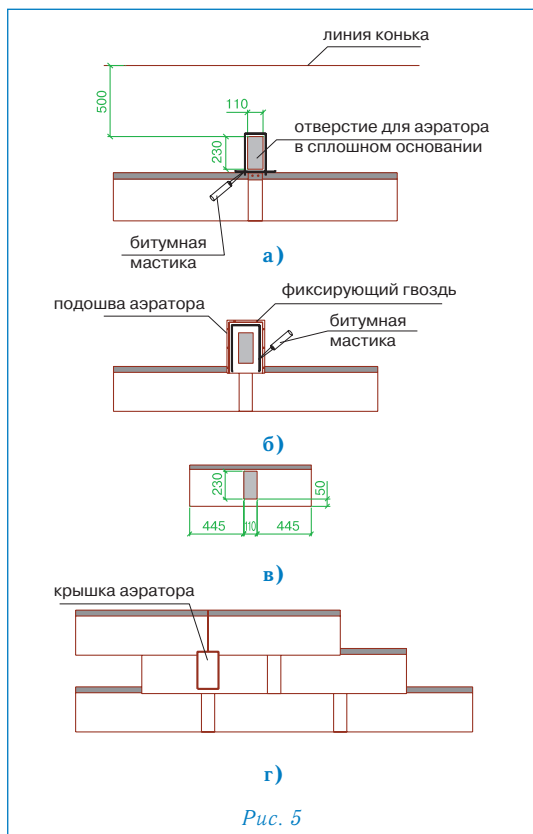

Рис. 5
Установка аэратора (рис. 5)
- в сплошном основании кровли прорезается отверстие 11×23 см, расположенное согласно рис. 5а;
- корпус аэратора устанавливается поверх отверстия и фиксируется гвоздями из нержавеющей стали; по верхней и боковым сторонам подошвы корпуса также наносится битумная мастика (рис. 5б);
- далее укладывается очередной ряд черепицы; подошва аэратора при этом закрывается листом ПРЕСТИЖ КОМПАКТ АЛЮ с заранее прорезанным в нем отверстием (рис. 5в);
- на корпус аэратора устанавливается крышка, которая фиксируется нажатием (до щелчка) (рис. 5г).